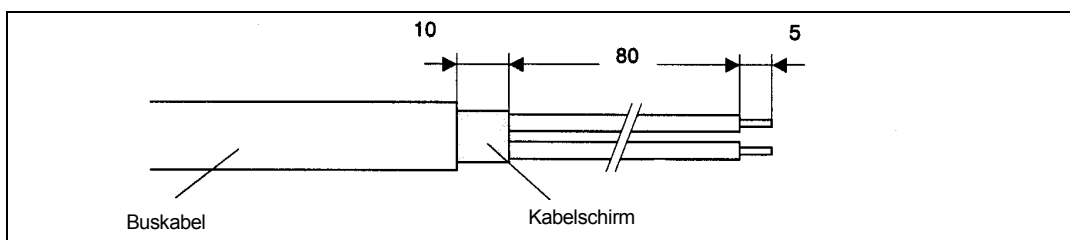

Bild 10 Vorbereitung des Buskabel
1. Isolieren Sie das Buskabel gemäß Bild 10 ab.